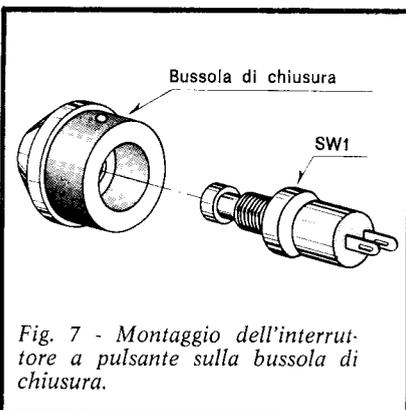

Fig. 7 - Montaggio dell'interruttore a pulsante sulla bussola di chiusura.
4) Montare alla bussola di chiusura, lo interruttore a pulsante SW1 - fig. 7.